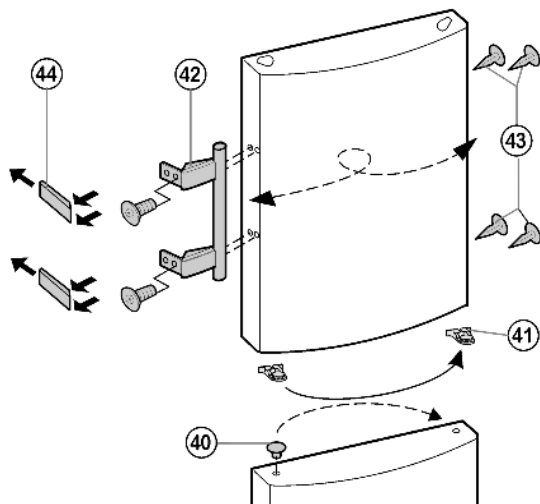

Fig. 9
- Pružinovou svorku Fig. 9 (41) vyklesněte z horních dveří a přemístěte na novou stranu závěsu.
- Zátky Fig. 9 (40) vyjměte z pouzdra ložisek dveří dole a přemístěte je.
- Madla dveří Fig. 9 (42), zátky Fig. 9 (43) a krycí destičky Fig. 9 (44) odmontujte a přemontujte na protější stranu.